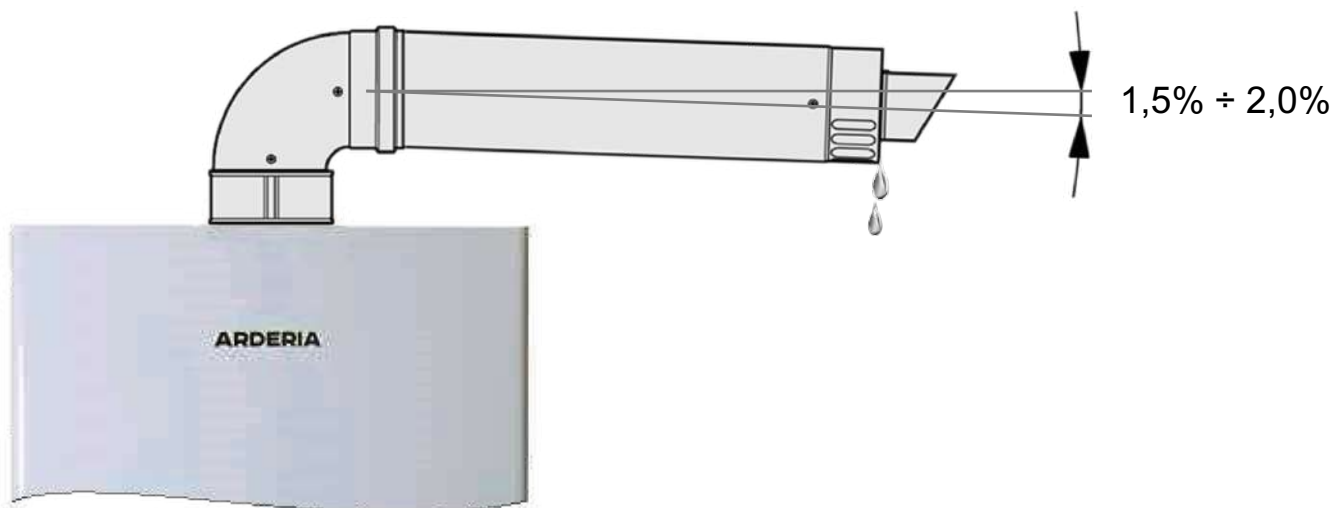

Рис. 29 Установка горизонтального конечного участка коаксиального дымохода.
- Для удаления конденсата конечный горизонтальный участок дымохода **следует** монтировать с уклоном наружу (по направлению от котла) в $1,5\% \div 2,0\%$ (См. Рис. 29)